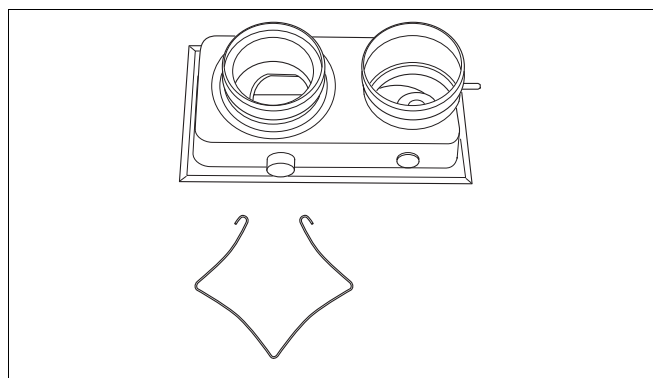
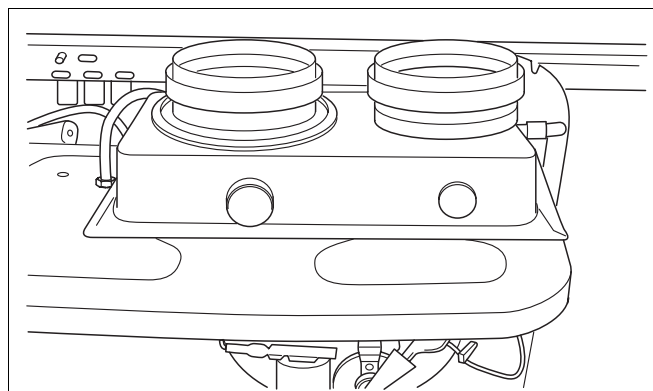

Fig. 19 Ștuț de racordare pentru dirijarea paralelă a aerului / gazelor arse (accesorii)
Fig. 20 Racord paralel de aer / gaze arse
- Se deschide camera de ardere. Se așează ștuțul de racordare pentru gazele arse pentru evacuarea paralelă a aerului / gazelor arse (accesorii) pe aparat și se fixează prin intermediul clemei pe partea interioară a aparatului (vezi. fig. 19 și fig. 20). Pentru aceasta se împinge clema de jos în canalul sistemului de evacuare a gazelor arse.